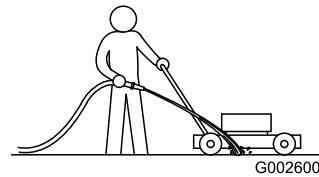

Figura 31
1. Con el motor en marcha sobre una superficie plana pavimentada, dirija un chorro de agua hacia delante de la rueda trasera **derecha** (Figura 31).